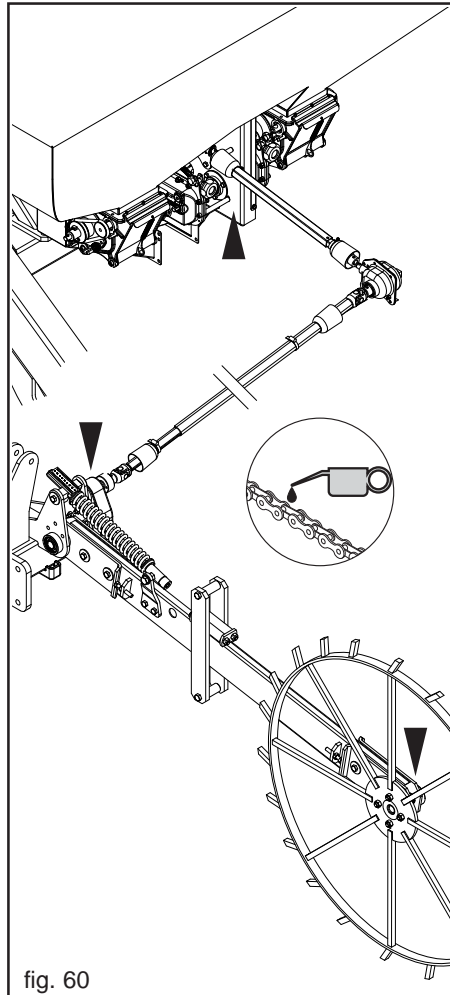
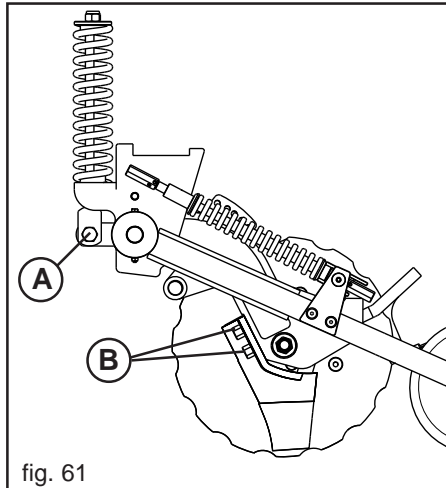
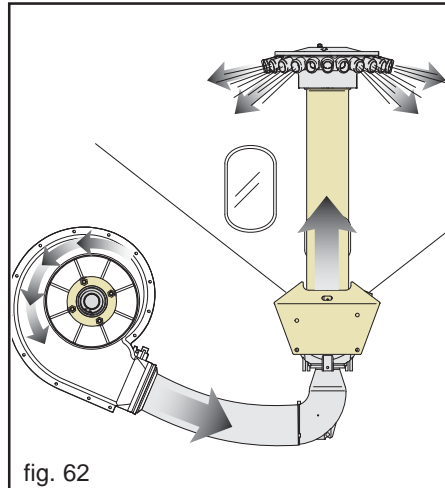
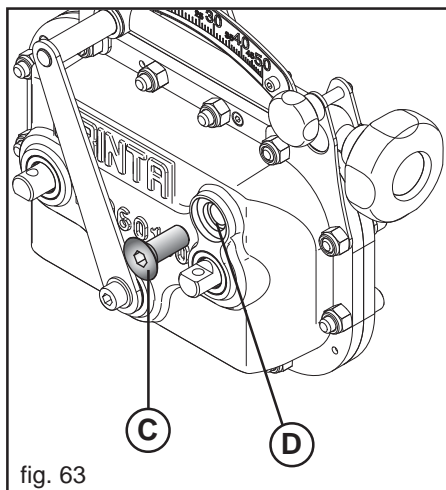

fig. 60
fig. 61
fig. 62
fig. 63
BEI NEUER MASCHINE	<ul style="list-style-type: none"> <li>- Die Antriebsketten schmieren (Abb. 60).</li> <li>- Dem Abziehbild Nr. 16 ("GREASE") auf Seite 86 dieses Heftes gekennzeichneten Schmierpunkte zu schmieren.</li> <li>- Nach den ersten acht Betriebsstunden den Anzug aller Schrauben prüfen.</li> <li>- Den Anzug der Mutterschrauben der Säscharenreisser überprüfen (A-B, Abb. 61).</li> </ul>
BEI BEGINN DER AUSSAATSAISON	<ul style="list-style-type: none"> <li>- Die Antriebsketten schmieren (Abb. 60).</li> <li>- Zu jeder Jahreszeit einen kompletten Ölwechsel mit "AGIP EXIDIA HG 68" (0,7 kg) durchführen:               <ol style="list-style-type: none"> <li>1) Stopfen entfernen (C, Abb. 63);</li> <li>2) das ganze Getriebeöl aus dem Ablass (D) auslaufen lassen und in einem geeigneten Behälter auffangen;</li> <li>3) neues Öl (0,7 kg) einfüllen und Stopfen schließen.</li> </ol> </li> <li>- Überprüfen, dass das Getriebe ohne Hindernisse frei läuft.</li> <li>- Die Sämaschine leer anlassen, der Luftdurchfluss befreit die Leitungen von Kondenswasser und entfernt eventuelle Fremdstoffe (Abb. 62).</li> <li>- Während des Betriebs täglich den Ölstand im Übersetzer und im Behälter kontrollieren und gegebenenfalls Öl nachfüllen.</li> </ul>
ALLE 20/30 BETRIEBSSTUNDEN	<ul style="list-style-type: none"> <li>- Den Anzug der Mutterschrauben der Säscharenreisser überprüfen (A-B, Abb. 61).</li> <li>- Treibketten (Abb. 60), Zahnräder und Kettenspanner reinigen und schmieren.</li> <li>- Regelmäßig den Verschleiß der auf Abbildung 64 dargestellten Buchsen (1) überprüfen.</li> </ul>
ALLE 5 JAHRE RUHEPERIODEN	<ul style="list-style-type: none"> <li>- Alle Schläuche der Hydraulikanlagen ersetzen.</li> <li>Am Ende der Saison oder wenn eine lange Ruhezeit vorgesehen ist, wird folgendes empfohlen:               <ol style="list-style-type: none"> <li>1) Das Saatgut mit Sorgfalt aus dem Trichter und allen Verteilungsorganen entfernen (siehe Kap. 3.14).</li> <li>2) Gerät mit viel Wasser reinigen, besonders den Behälter und den Dosierer, danach mit Luftstrom trocknen.</li> <li>3) Die beschädigten oder verschleisssten Teile genau prüfen und eventuell wechseln.</li> <li>4) Überprüfen, dass der Dosierer relativ mühelos dreht, eventuell Lager überprüfen.</li> <li>5) Alle Schrauben und Mutterschrauben gut anziehen.</li> <li>6) Die Antriebsketten schmieren (Abb. 60), alle Antriebsketten ölen und alle nicht angestrichenen Teile mit Schmierstoff einstreichen (Abb. 67).</li> <li>7) Das Gerät mit einer Plane schützen.</li> <li>8) Dann das Gerät in einem trockenen Raum fest und ausserder Reichweite der nicht Zuständigen lagern.</li> </ol> </li> </ul>